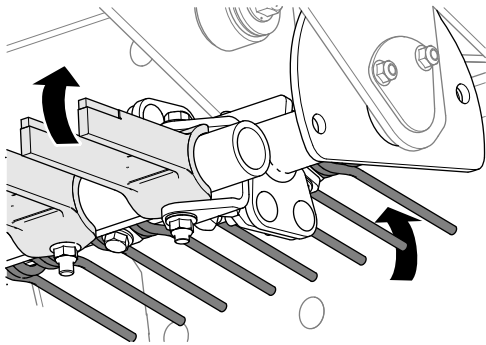

Figure 37
5. Faites tourner le bras de l'outil polyvalent et choisissez un jeu de dents (Figure 37).